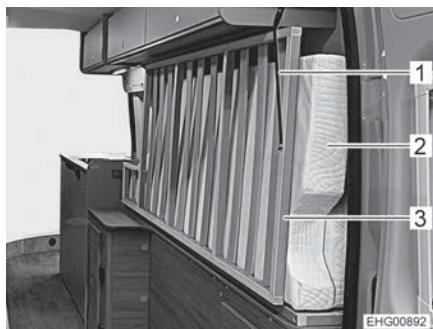

Bild 69 Höger säng i transportläge
- Vik upp madrassen (Bild 69,2) för den högra sängen (från körriktningen sett) på längden och ställ den på kanten, skjut sedan mot väggen så långt det går (se Bild 69).
- Fäll upp sängbotten (Bild 69,3) för den högra sängen.
- Fäst sängbottens bakre ände med fästbandet (Bild 69,1).